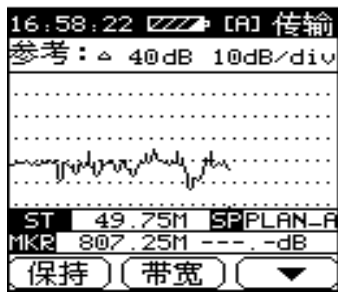

图 3-24
此时按 F1 后，DS1131 (B) /DS1883 (B) 就会按照新的参考频谱进行相对测量了。(如图 3-24)